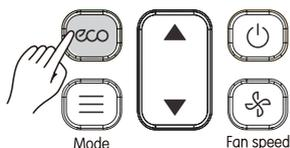

Рисунок 3.15
- Нажмите  (см. Рис. 3.15) для отправки сигнала ECO на внутренний блок. Отобразится данный значок *eco*;